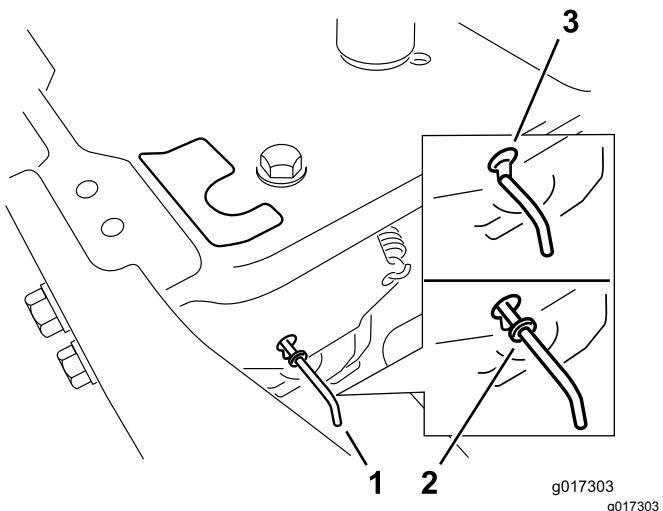

Figura 36
- Mueva las palancas de desvío hacia delante a través del orificio y hacia abajo para bloquearlas en esa posición (Figura 36).
Mueva las palancas de desvío hacia atrás a través del orificio y hacia abajo para bloquearlas en esa posición, según se muestra en la Figura 36.